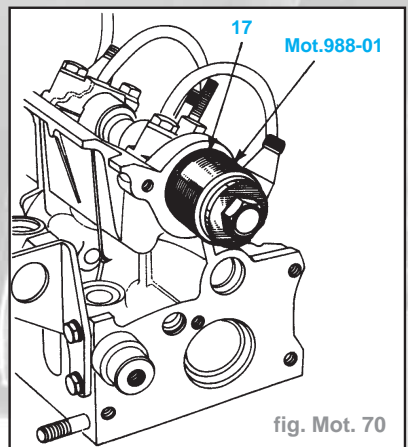

fig. Mot. 70
- Mettre en place le joint à lèvres neuf (17) (côté distribution) avec l'outil **Mot. 988** (fig. Mot. 70).